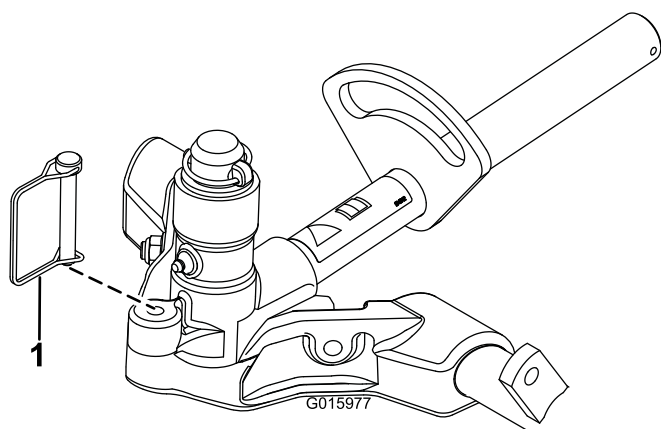

Figura 17
12. Para bloquear a marcha das unidades de corte, prenda a forquilha da articulação à estrutura de suporte com um pino de encaixe (Figura 17).